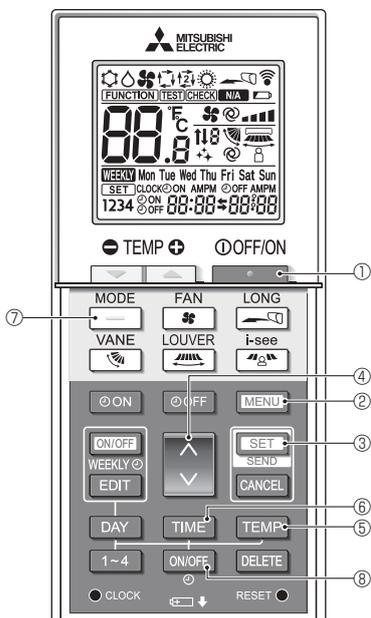

Fig. 7-11
- Отобразится экран настройки Function (Настройка функций) и будет мигать числовое значение функции A. (Fig. 7-11)